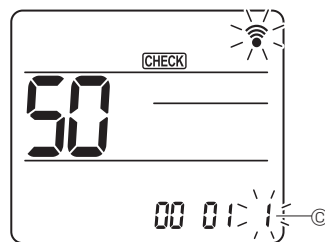

Fig. 6-19
- ④ Seleccionar el número de ajuste
Utilice el botón [↓] para cambiar el número de ajuste ③. (Fig. 6-19)